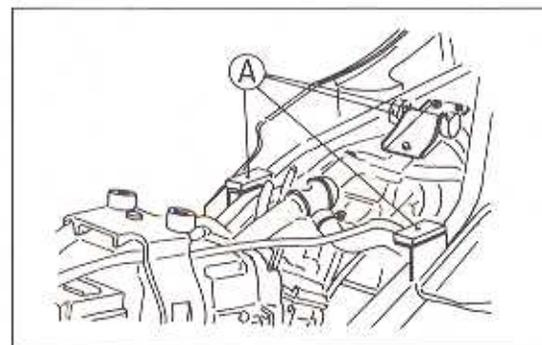

Bild 73
- Die Gummidämpfer auf ihren Zustand überprüfen. Beschädigte Dämpfer ersetzen (Bild 73).